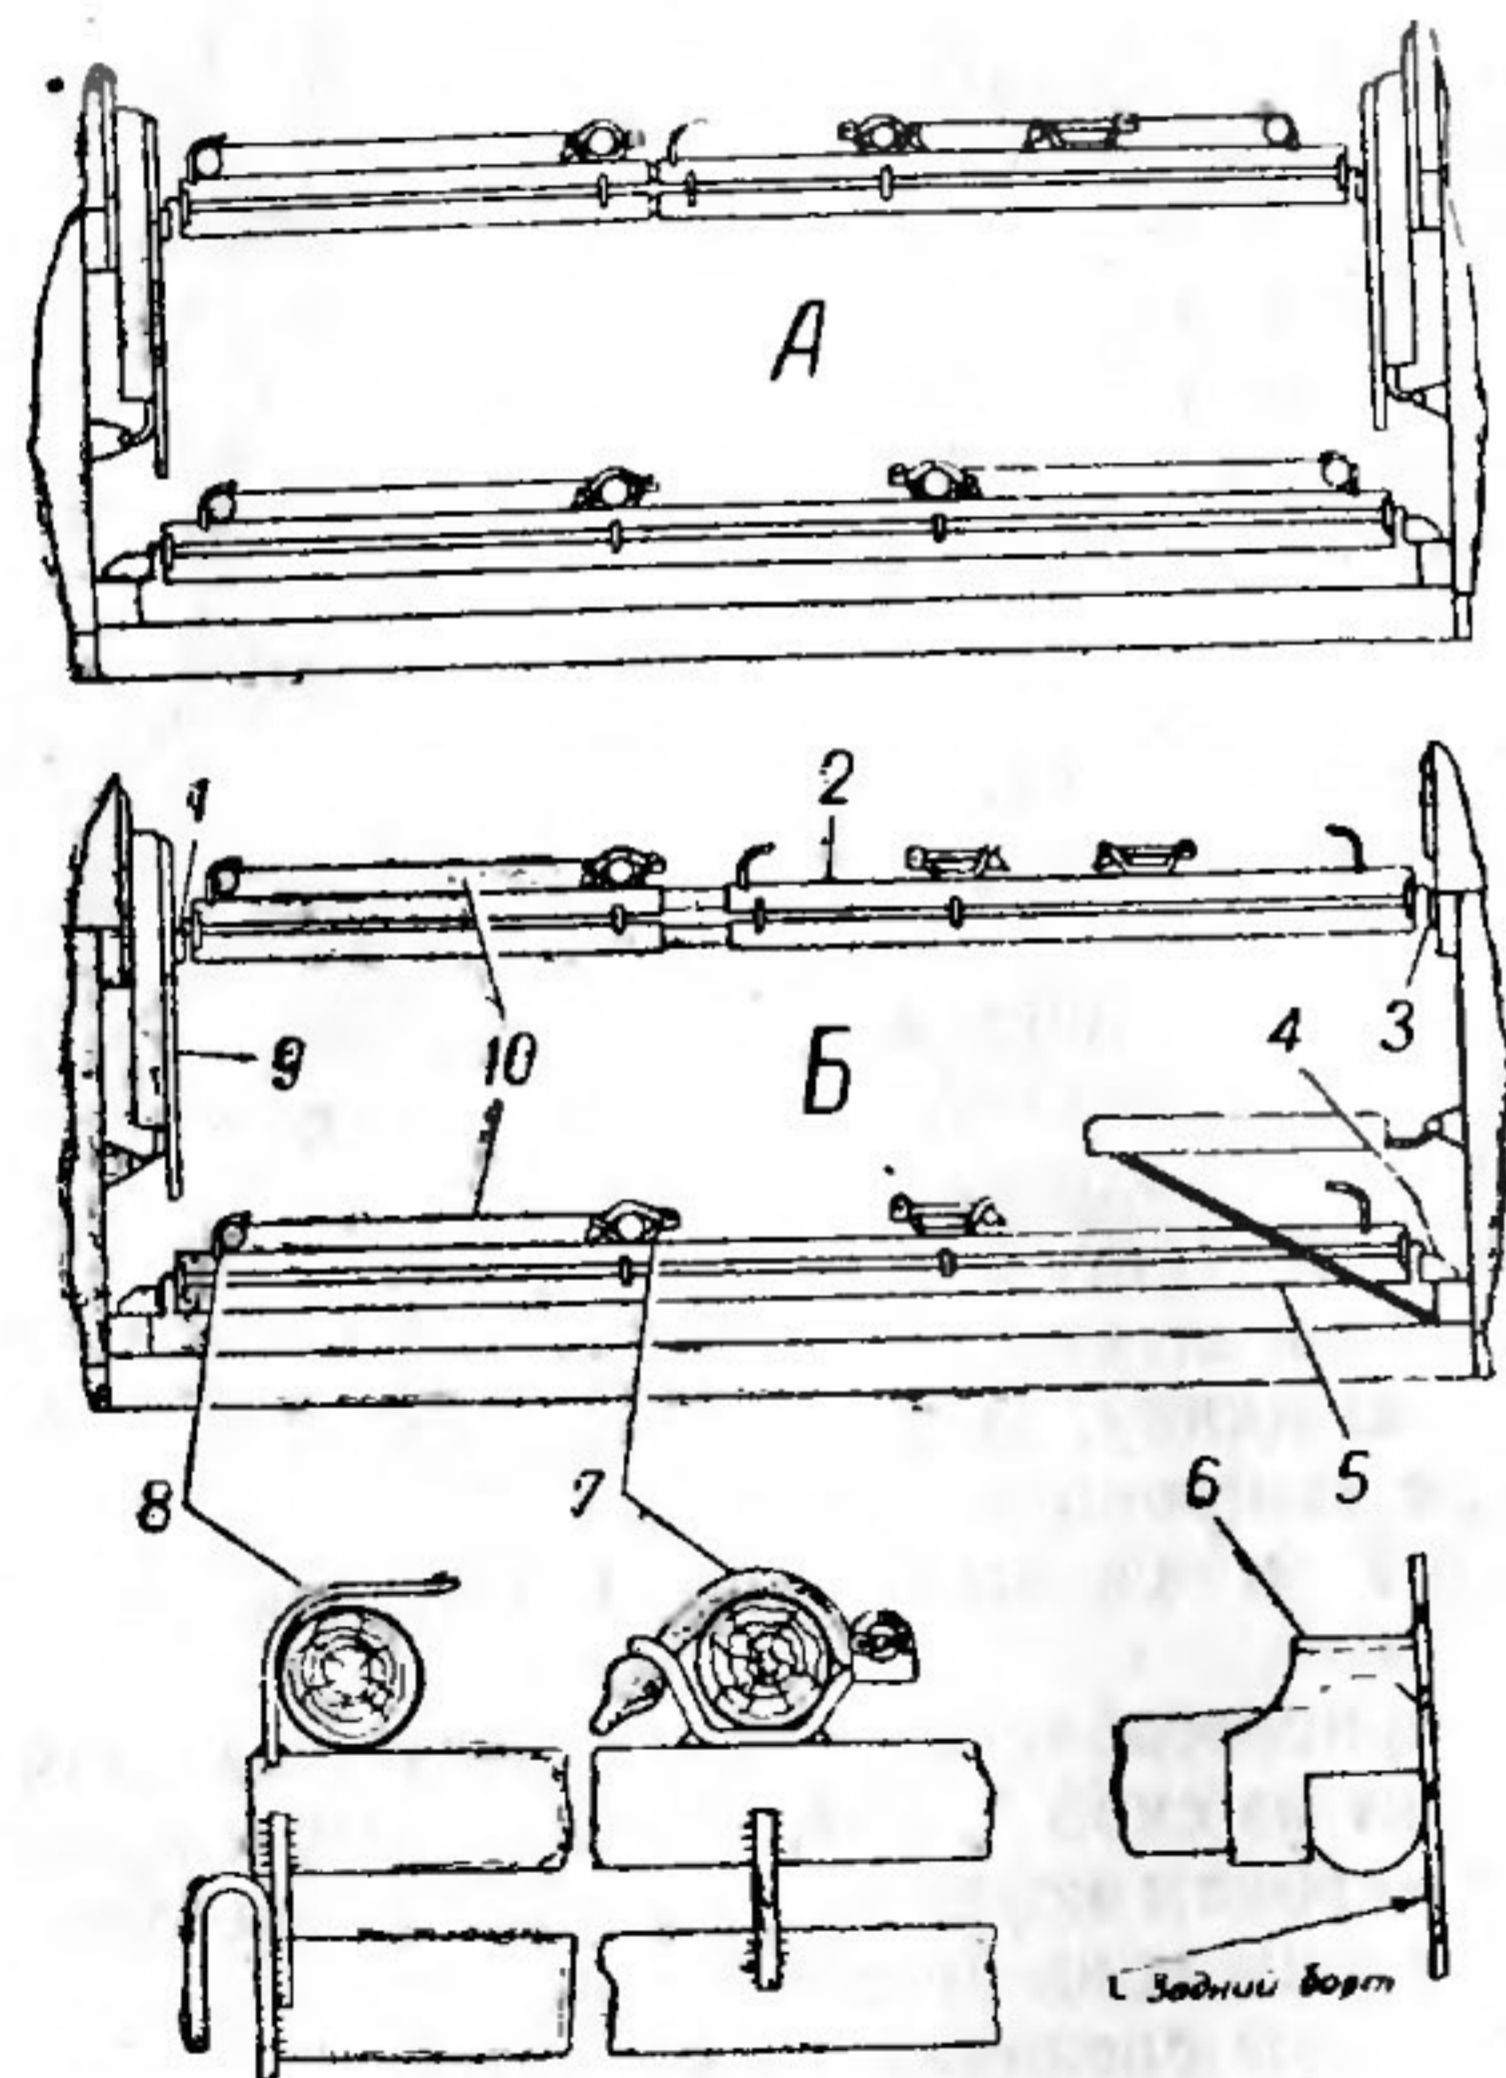

Рис. 69. Схемы размещения и крепления санитарных носилок (основные варианты):
К съемным приспособлениям относятся две металлические штанги с крючками на концах. Верхняя штанга 2 (рис. 69) раздвижная, нижняя штанга 5 имеет постоянную длину. На штангах приварены кронштейны с застежками 7 и скобы 8 для крепления передних ручек носилок.
1. Размещение четырех носилок в два яруса с проходом между ними (рис. 69А).
2. Размещение двух носилок у левого борта и четырех человек, сидящих на правом сиденье (рис. 69Б).
Дополнительные варианты (обозначение деталей то же, что и на рис. 69)